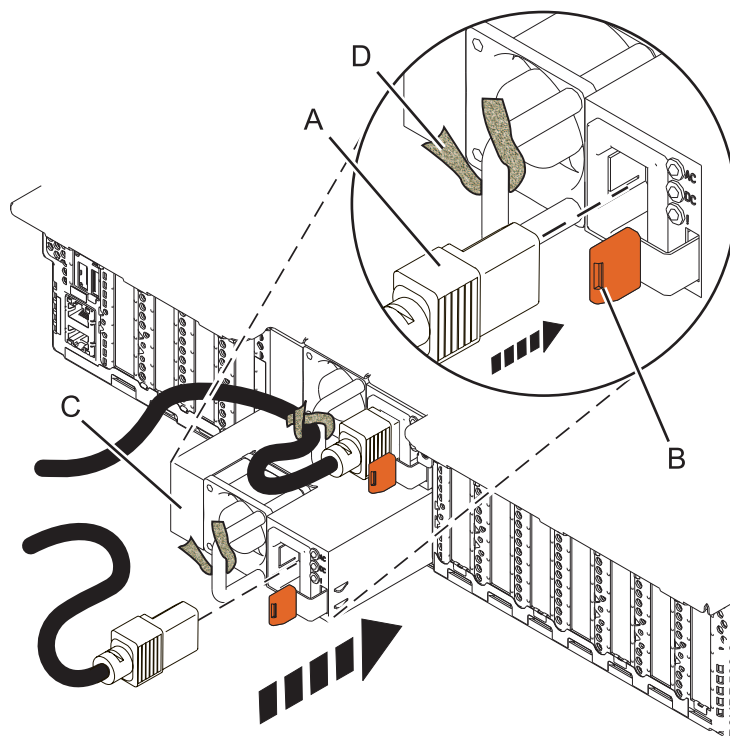

Figura 11. Substitució d'una font d'alimentació al sistema
3. Alineeu la font d'alimentació (C) amb el compartiment i desplaueu la font d'alimentació al sistema fins que el pestell de color terracota (B) quedi bloquejat al seu lloc, tal com es mostra a Figura 11 a la pàgina 14.
4. Connecteu el cable d'alimentació (A) a la font d'alimentació (C), tal com es mostra a Figura 11.
5. Utilitzeu la brida (D) i fixeu el cable d'alimentació a la nansa de la font d'alimentació, tal com es mostra a Figura 11.